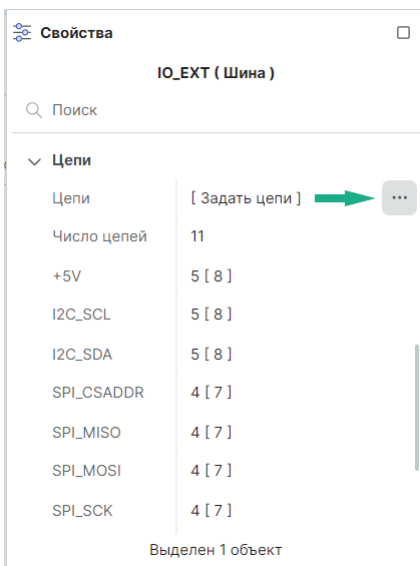

Рис. 121 Переход в окно «Шина»
- Из пункта «Цепи» на панели «Свойства». Для этого нажмите на символ «...», см. Рис. 121.